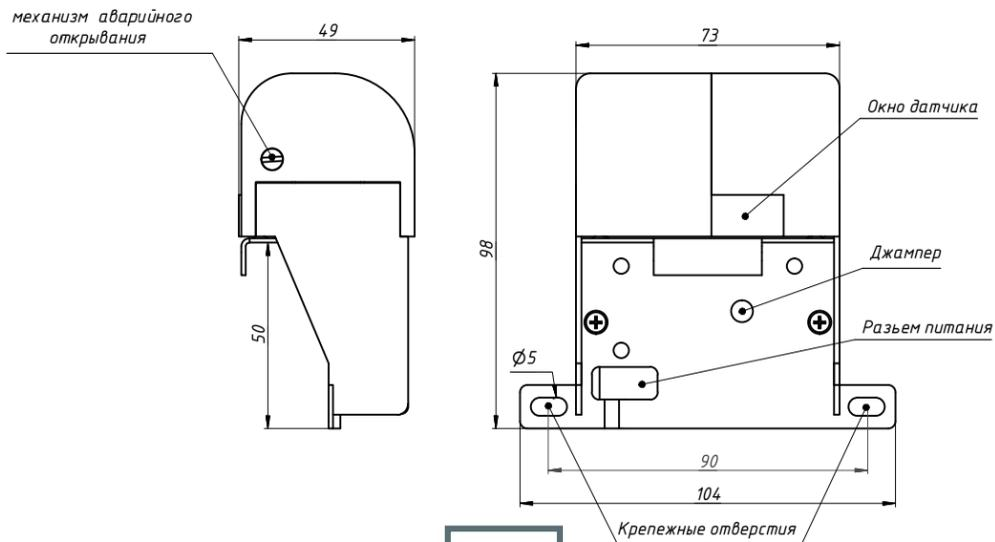
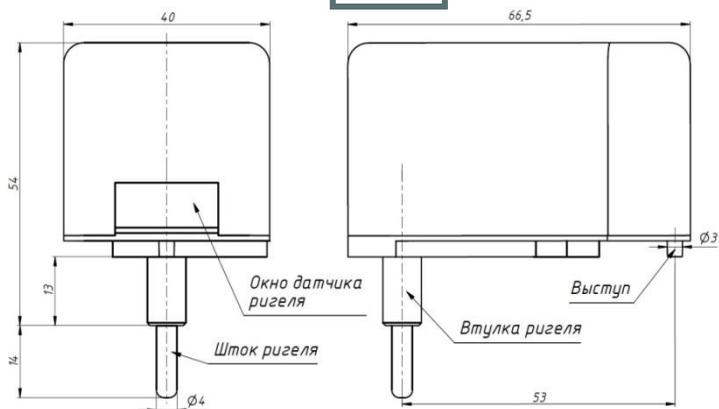

Рис.2
Рис.3
Для открытия замка необходимо повернуть механизм аварийного открывания (см Рис.2) шлицевой отверткой на 90° **по часовой стрелки** до щелчка, замок откроется. Для перевода замка в закрытое состояние необходимо произвести обратную операцию.
- Расположить замок таким образом, чтобы окно датчика положения на ригеле и окно датчика положения на замке (см. Рис. 2 и Рис. 3) находились напротив друг друга.
- Отметить место крепежных отверстий замка (см. Рис. 2) на задней стенке ларя.